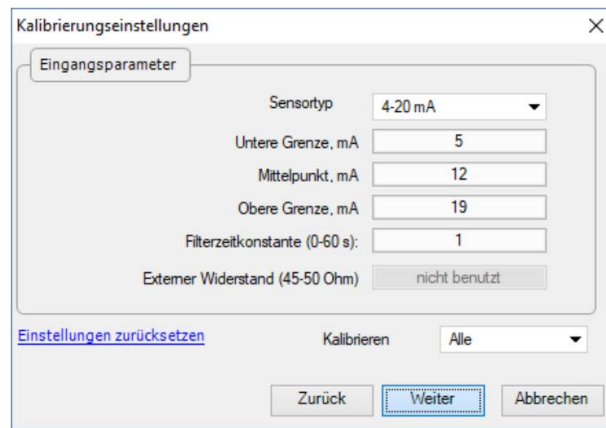

Abb. 6.2 Kalibrierungseinstellungen
8. Wählen Sie den Typ des Eingangssignals und die anderen Kalibrierungsparameter aus (Abb. 6.2).